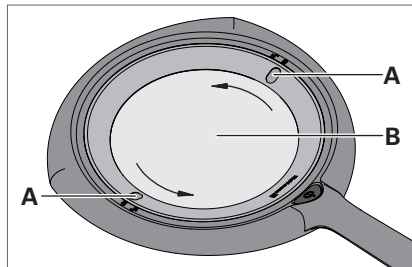

Fig. 5: Prelievo della lente.
- Ruotare l'anello con gli incavi **A** in senso antiorario fino a raggiungere entrambi i simboli di sblocco sulla custodia, vedi Fig. 5.